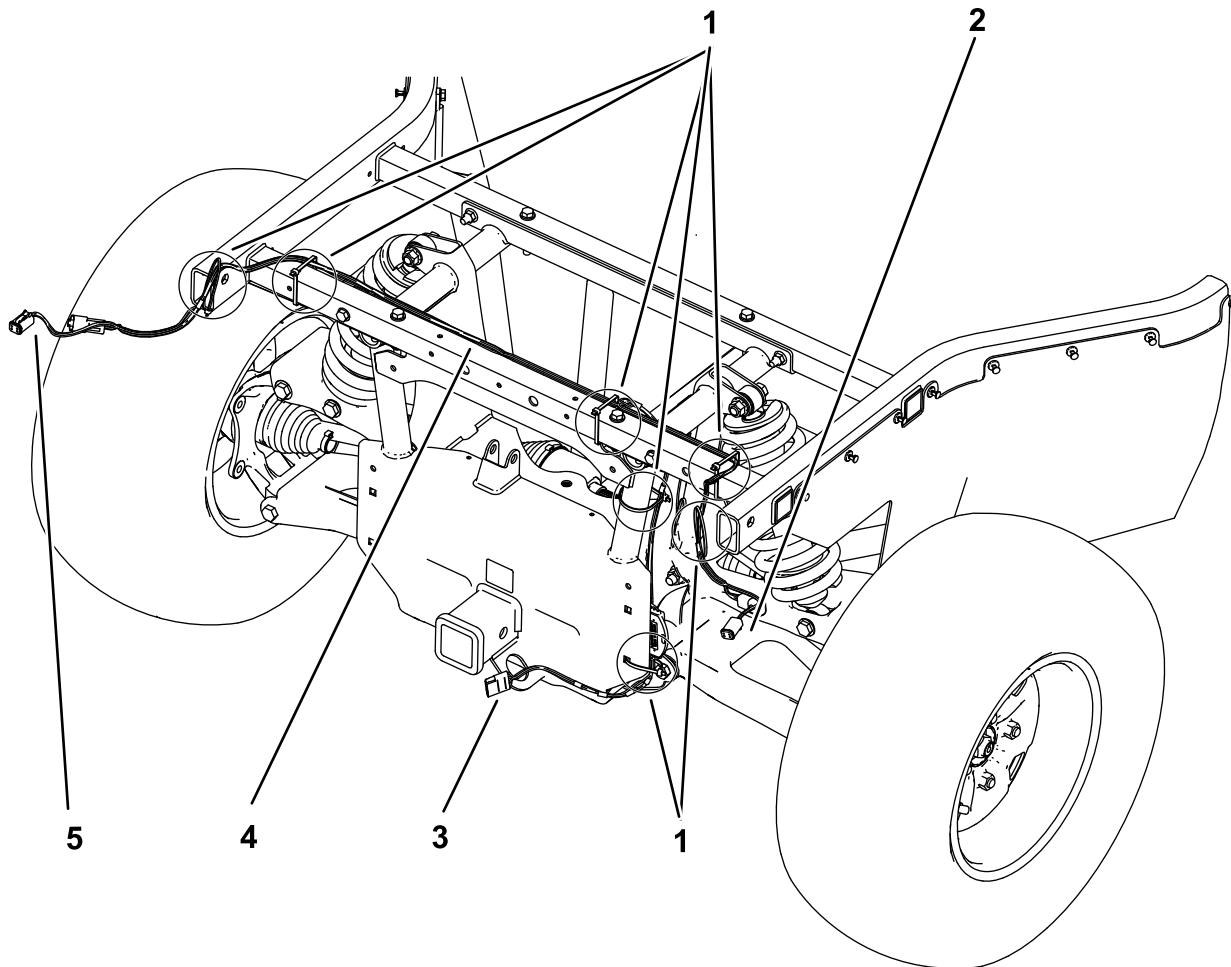

Figure 4
2. Séparez les deux côtés du faisceau et acheminez chacun le long du bas du tube arrière du cadre, jusqu'aux ouvertures dans les longerons, comme montré à la Figure 4.
6. Avec 7 attache-câbles, fixez le faisceau des feux de la remorque au tube arrière et au faisceau principal, aux emplacements indiqués à la Figure 4.